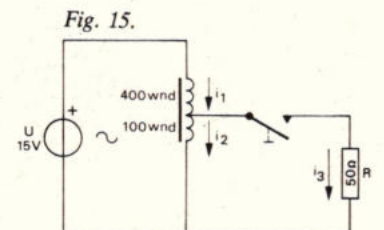

Fig. 15.
6. De verliesvrije spoel uit fig. 15 heeft 500 windingen met een aftakking op 100 windingen. Elke winding omvat dezelfde flux. De zelfinductie van de spoel is zo groot dat bij geopende schakelaar de stroom verwaarloosbaar is.